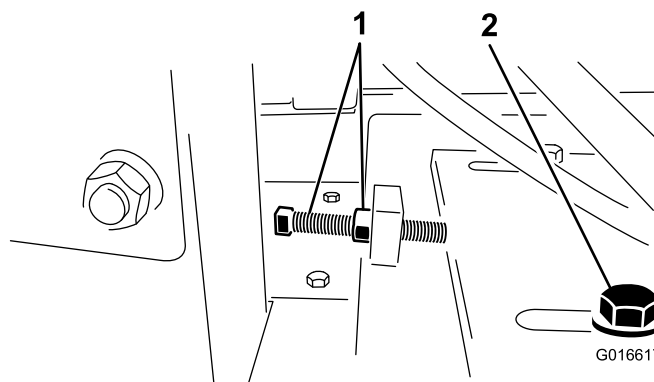

Figure 17
4. Desserrez le boulon de tension et l'écrou de blocage de la courroie, et faites glisser le moteur vers le carter du volant moteur pour détendre la courroie (Figure 17).